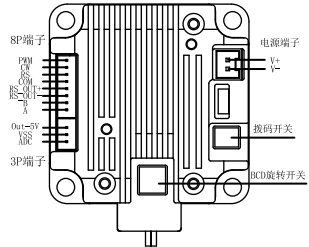
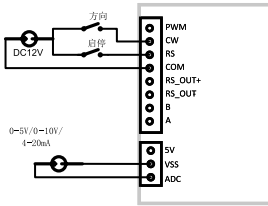

图5 尾部驱动单元展示图
图6 接线示意图
- 将随机附带的线缆按照下图5所示安装好, 8P端子插在图5标记“8P端子”上, 2P端子插在图5标记“电源端子”上, 具体接线参照图6和表3进行接线。